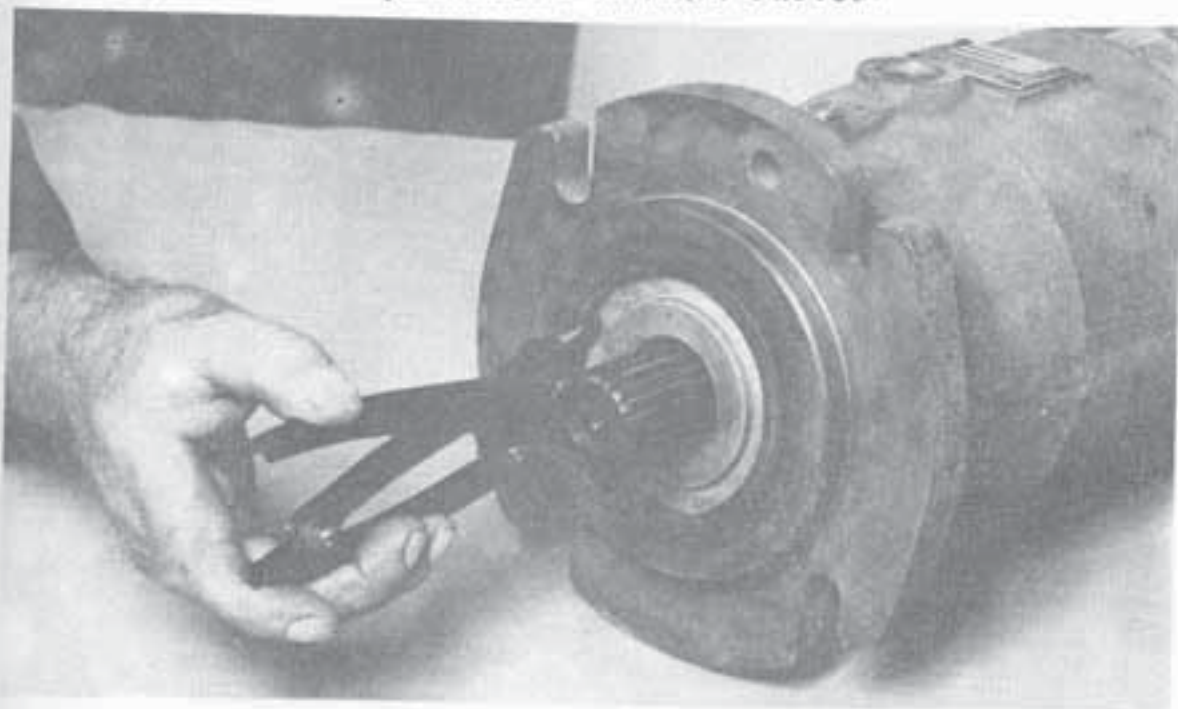

Рис.65.
1. Рекомендуется смена всех деталей уплотнения вала. В случае последующего применения деталей нужно при разборке поступать очень осторожно, чтобы предотвратить повреждения. Удали стопорное кольцо с канавки на той стороне, которая противоположная к шипам стопорного кольца. Рис.65.